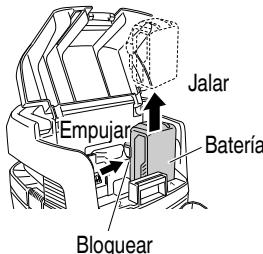

Fig. 10
5. Extracción de la batería (Fig. 10)